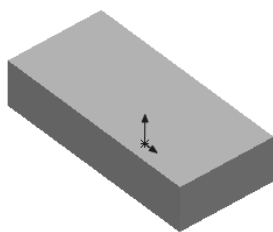

图 1-48 上色模型
- 02 单击“上色”按钮, 其显示效果如图 1-48 所示。